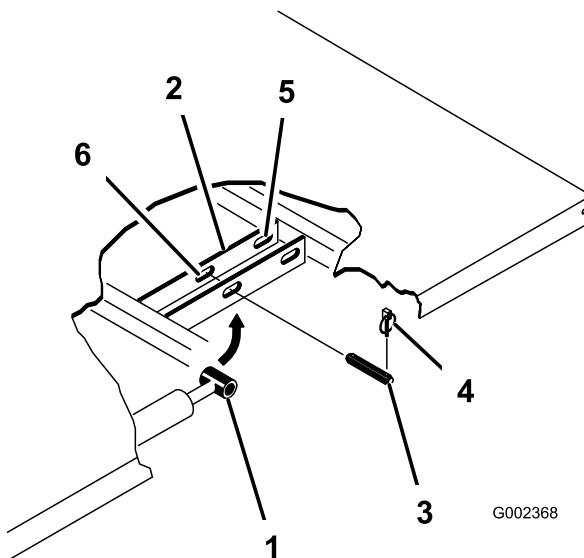

Figura 23
- Retire os pinos de sujeição das extremidades exteriores dos pinos de forquilha da haste do cilindro (Figura 23).
4. Retire os passadores de forquilha que prendem as extremidades da haste do cilindro nas placas de montagem da plataforma, empurrando os passadores para dentro (Figura 23).
5. Retire os pinos de sujeição e os passadores de forquilha que prendem os apoios articulados nos canais da estrutura (Figura 23).